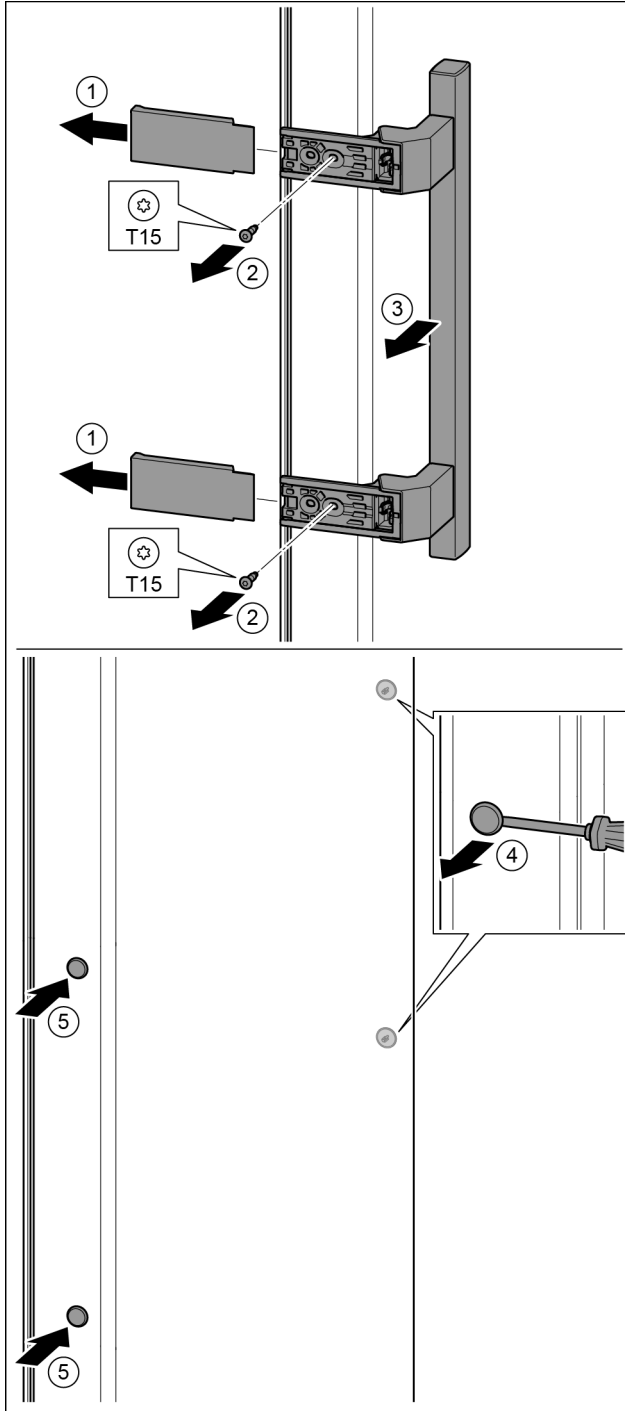

Fig. 38
- ▶ Зніміть кришку. *Fig. 38 (1)*
- ▶ Викрутіть гвинти за допомогою викрутки T15. *Fig. 38 (2)*
- ▶ Зніміть ручку. *Fig. 38 (3)*
- ▶ За допомогою шліцевої викрутки обережно підійміть бокову пробку та витягніть її. *Fig. 38 (4)*
- ▶ Знову вставте пробку з іншого боку. *Fig. 38 (5)*